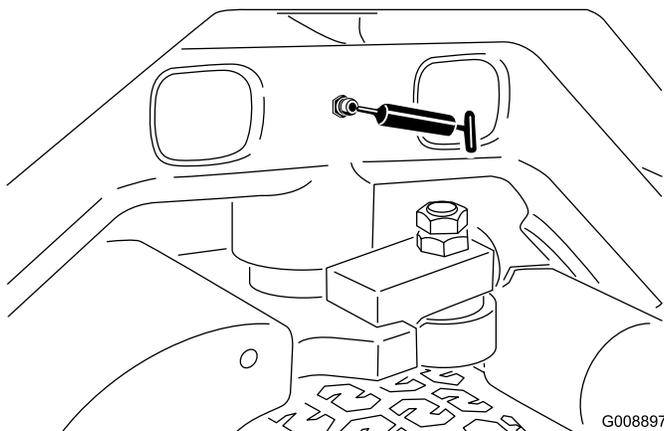

Figure 33
- Pivots de direction (Figure 33)